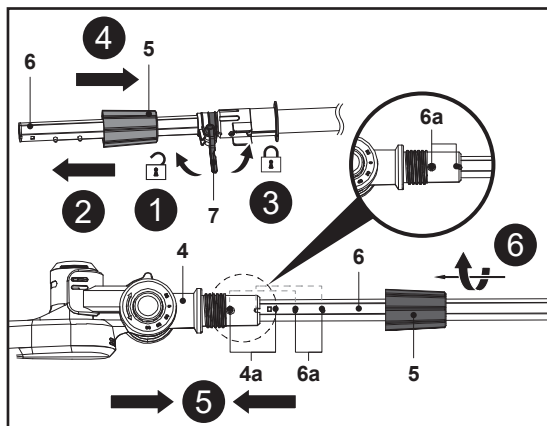

Fig. 1
1. Desserrer le levier de verrouillage (7) (Fig. 1, étape 1) et sortir la perche télescopique (6) (Fig. 1, étape 2), puis resserrer le levier de verrouillage (7) (Fig. 1, étape 3).
2. Replacer le manchon de blocage (5) sur la perche télescopique (Fig. 1, étape 4).
3. Aligner la perche télescopique (6) avec le support de perche (4) et l'insérer. S'assurer que les goupilles (6a) s'enclenchent dans les orifices de montage (4a) pour un raccord fiable (Fig. 1, étape 5).
4. Monter le manchon de blocage (5) sur le filetage du support de perche (4) et serrer le manchon de blocage (5) dans le sens des aiguilles d'une montre pour assurer la fixation (Fig. 1, étape 6).